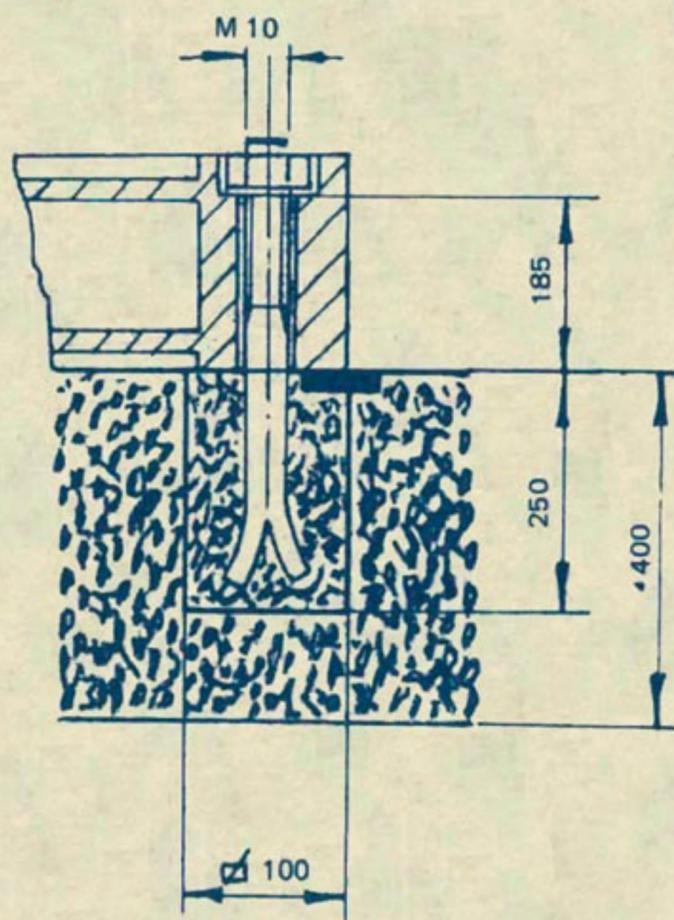

Figura 52
2. Algunas veces se encuentra en el catálogo de la máquina las dimensiones del perno y la forma como debe colocarse. (Figura 52)